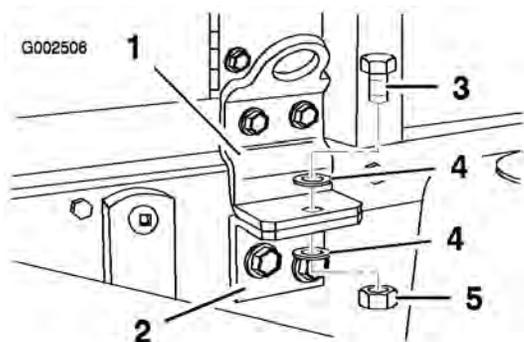

Figura 21
10. Fije el conjunto del patín del depósito al bastidor con un perno (1/2 x 1-1/2 pulgadas), dos arandelas (1/2 pulgada), y una contratuerca (1/2 pulgada) según se muestra en Figura 21.